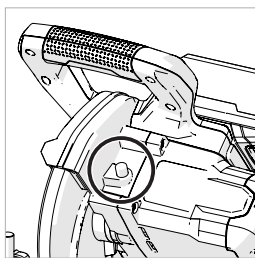

Fig. 18
- Premere il bottone nero di bloccaggio del mandrino per bloccarlo. **(Fig. 18)**